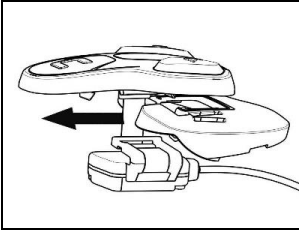

Fig. 18
- Insérez le support spécifique du casque sur le câble du clavier (Fig. 18).